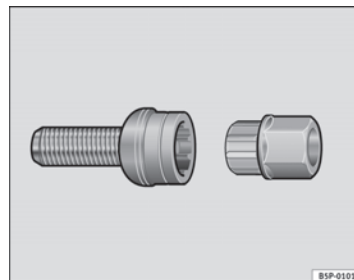

Fig. 176 Tornillo antirrobo de la rueda
- Coloque el adaptador hasta el tope en el tornillo antirrobo de la rueda ⇒ **página 260, fig. 176.**